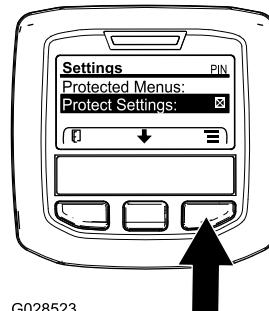

図 26
- MAINメインメニューから中央ボタンで下へスクロールしていくとSETTINGS設定メニューがありますから、ここで右ボタンを押します図 26。